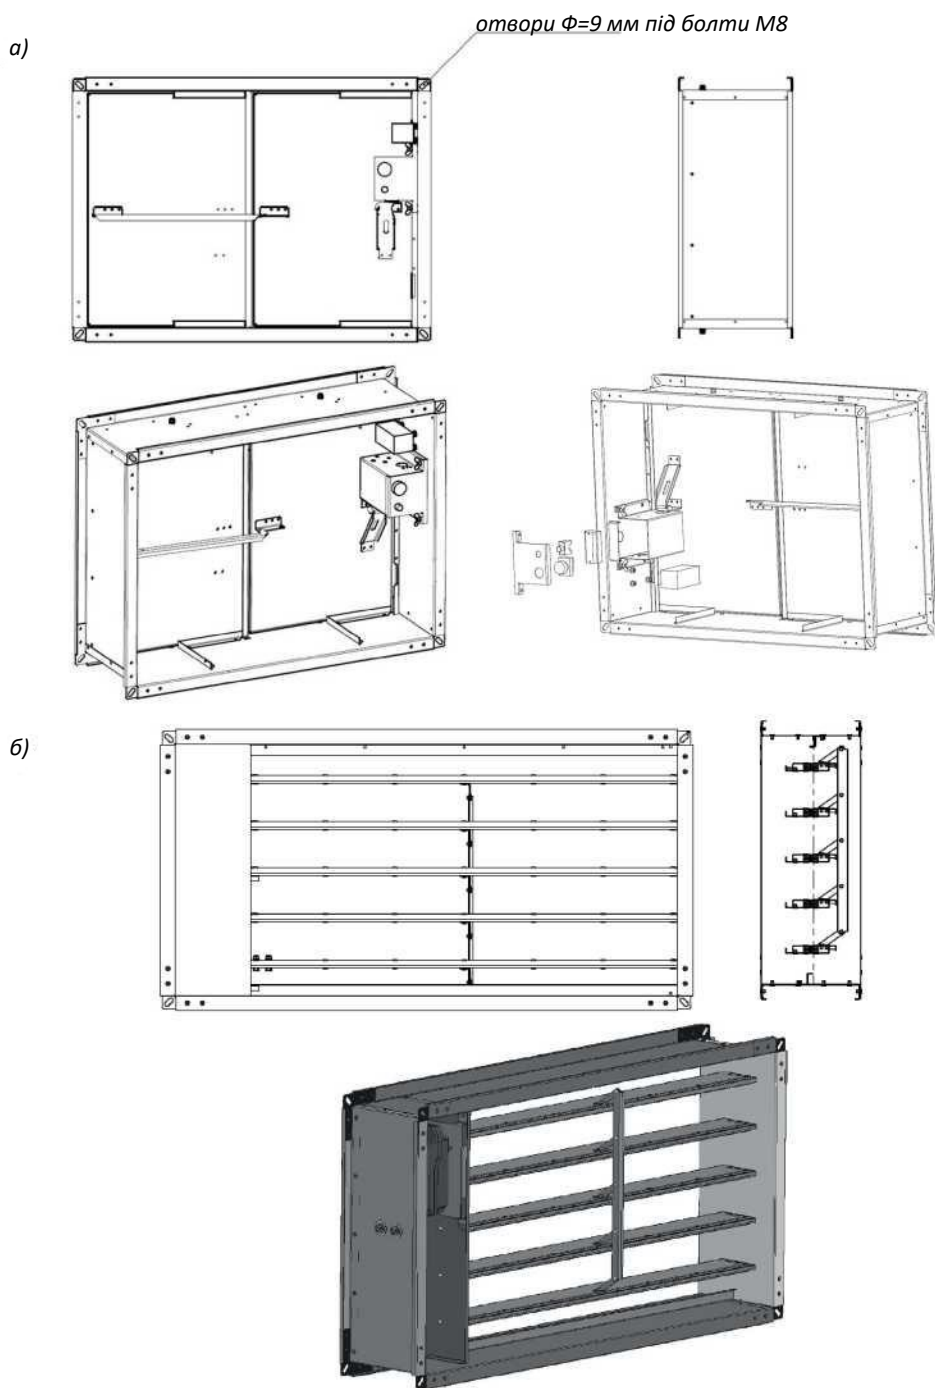

Рис. 1. Конструкція клапана SED з однією (а) і декількома лопатками (б)
3.1 Конструкція клапана серії SED (Рисунок 1).
Конструкція клапана складається з корпусу і заслінок, виготовлених з оцинкованої сталі. Залежно від комплектації клапан може мати як одну (SED) (Рисунок 1а) так і кілька заслінок (SED MS) (Рисунок 16). Приєднувальні фланці виконані з профілю типу "шинорейка". Ущільнення між корпусом і заслінками виготовлено зі спеціального профілю. Висота фланця дорівнює 30 мм.